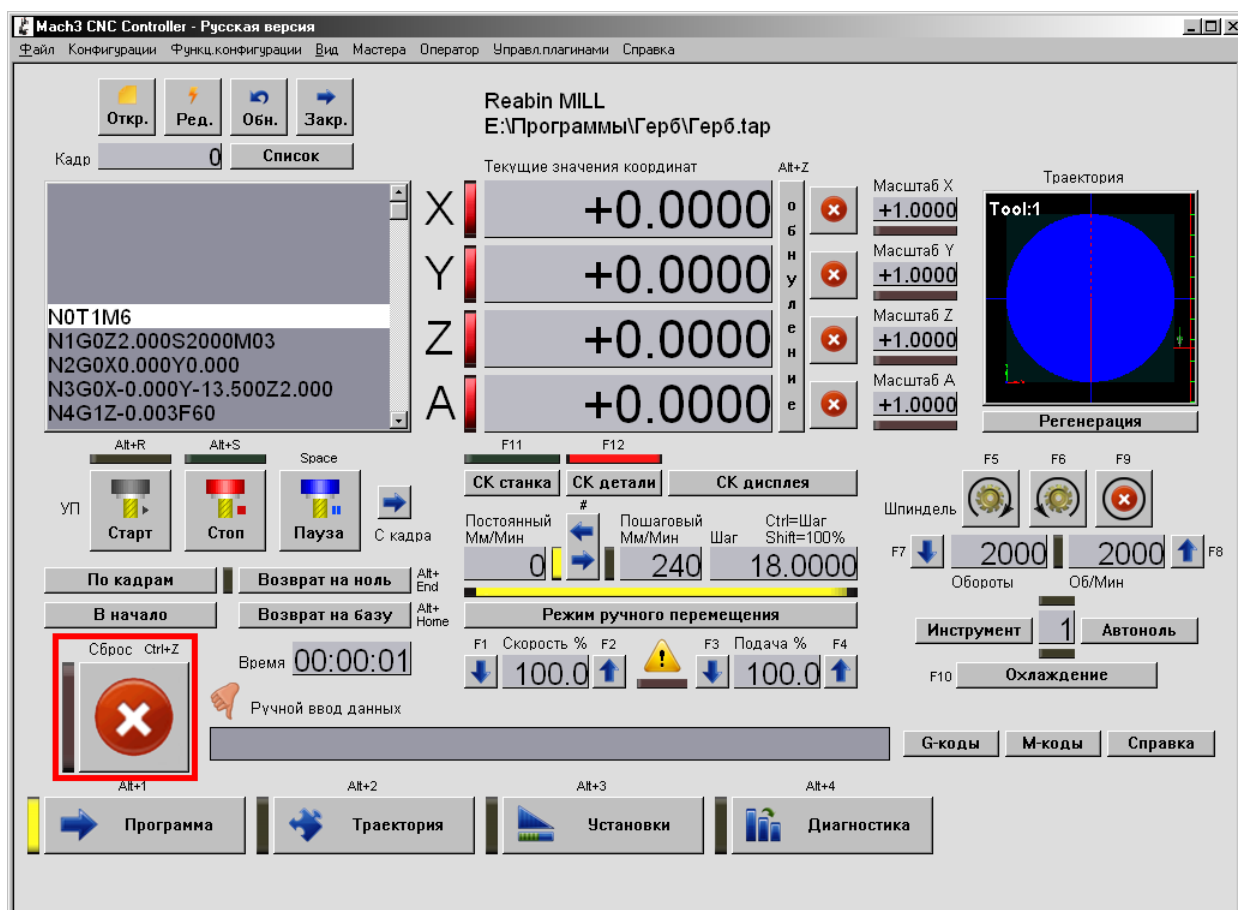

Рис. 9. Кнопка общего сброса.
3.1.5 В левом нижнем углу рабочего окна расположена кнопка общего сброса - **Сброс** с индикатором (Рис. 9). Кнопку **Сброс** необходимо нажимать сразу после запуска программы **Mach3** или после срабатывания конечных выключателей. Нажимать кнопку без необходимости не рекомендуется, т.к. это может привести к сбросу текущих координат.